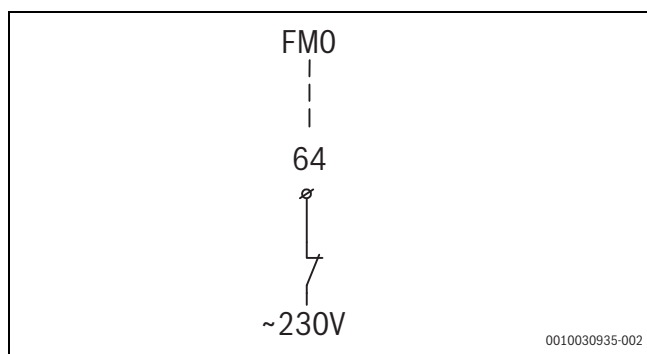

Fig. 30 Collegamento per generatore di calore supplementare esterno con uscita di allarme 230 V
- ▶ Collegare il segnale di allarme 230 V (AC) come indicato in fig. 30 al morsetto per collegamento **FMO** del modulo di installazione (→ capitolo 12.2, pag. 40 [26]).